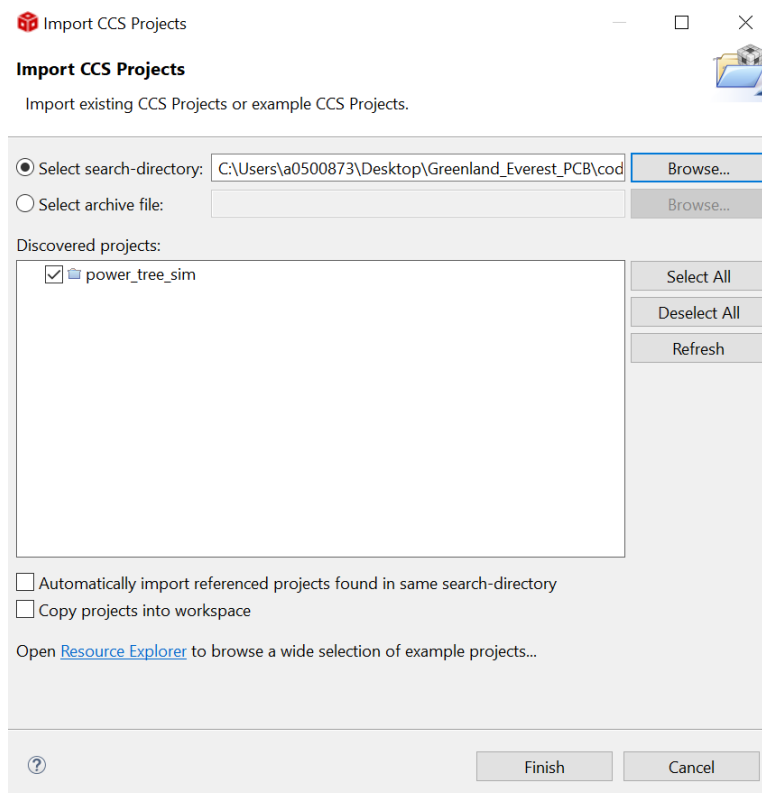

图 4-2. 在 CCS 中识别该工程
- d. CCS 识别该工程并允许用户导入。通过查找工程名称左侧的复选标记来进行检查，以确保 CCS 已找到该工程。如图 4-2 中所示。